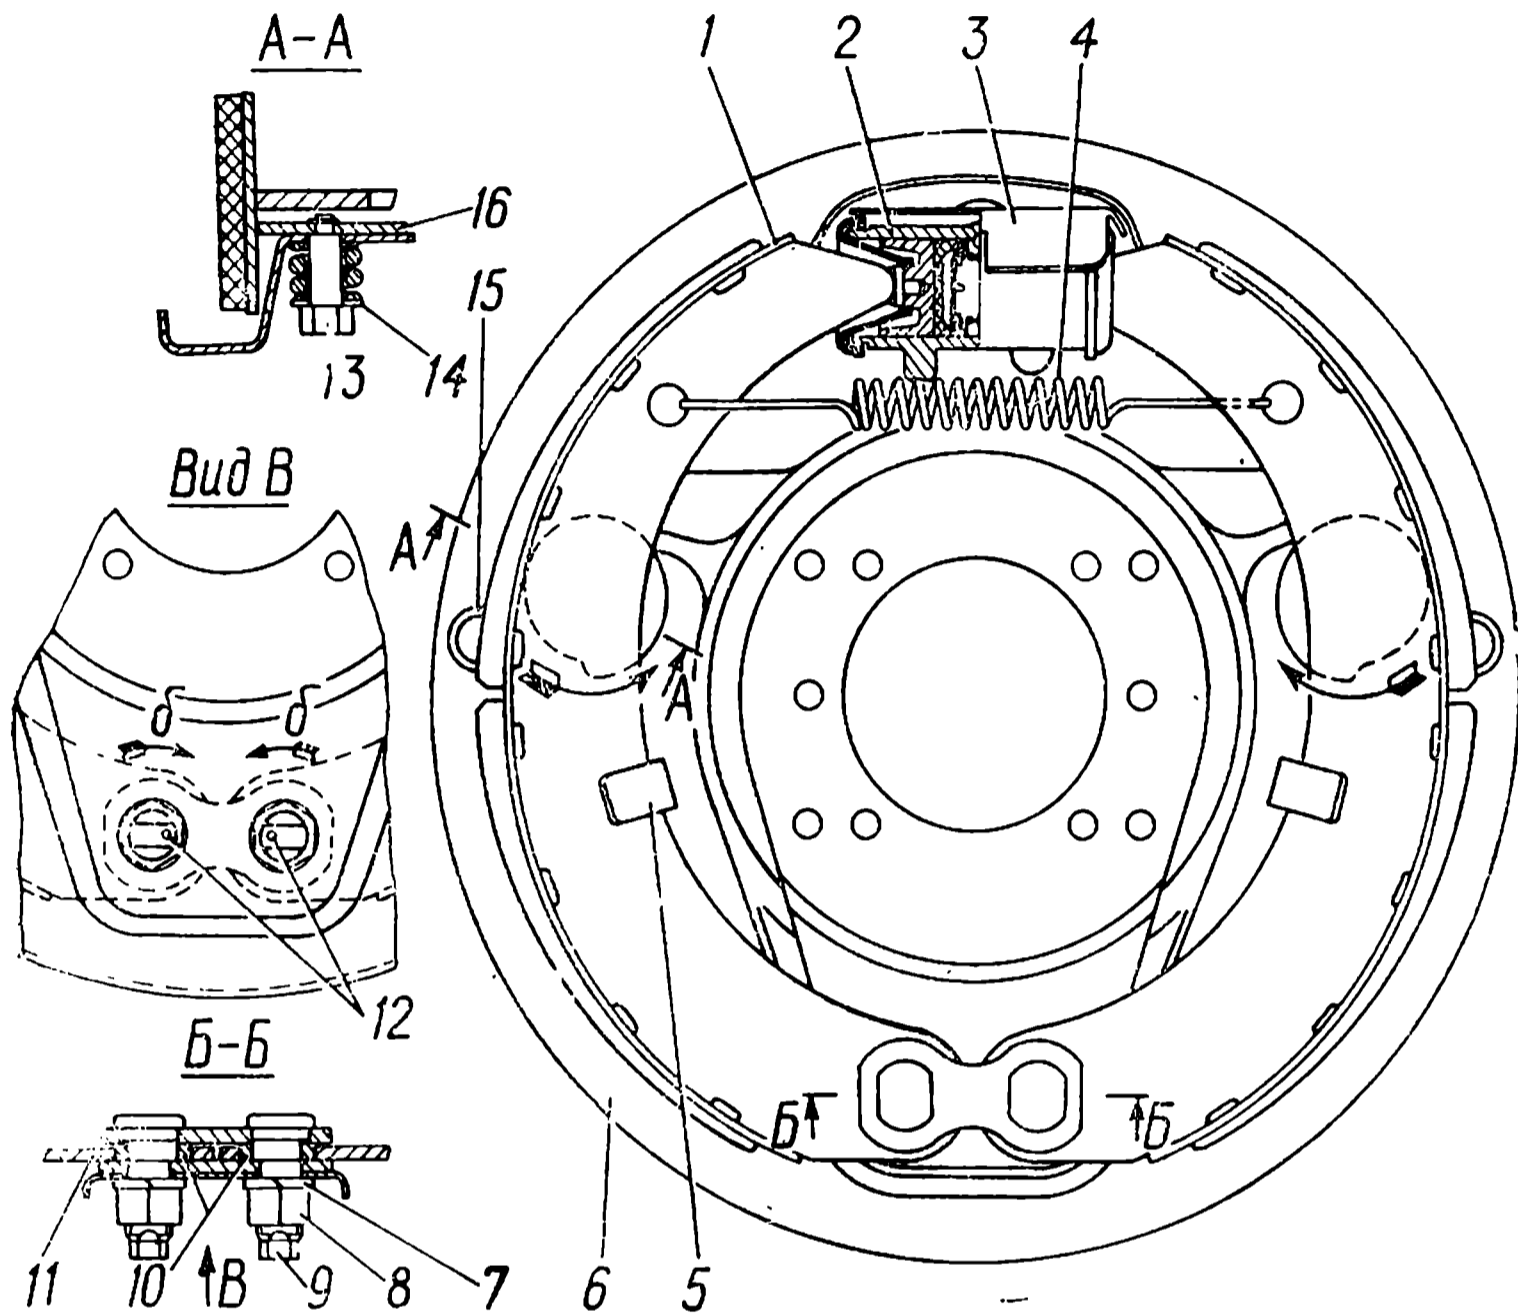

Рис. 67. Тормозной механизм колеса:
2	Вращая колесо, постепенно поворачивать болт 13 (рис. 67) регулировочного эксцентрика 16 колодки 1 в направлении, указанном стрелками, до тех пор, пока колесо не затормозится. Направление вращения колеса при этом должно совпадать с направлением вращения регулировочного эксцентрика 16 регулируемой колодки.
- 3 Нажимая на педаль тормоза с силой 12—16 даН (12—16 кгс), повернуть опорные пальцы в направлении, указанном стрелками «б» (рис. 67), так, чтобы нижняя часть накладки касалась тормозного барабана.